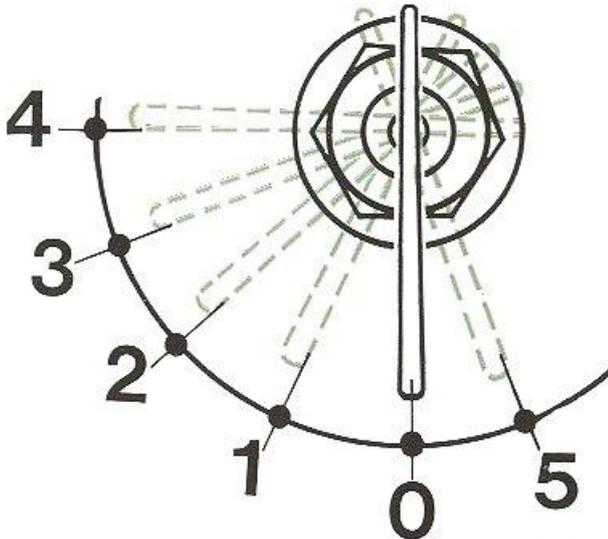

FIG. 5
Le commutateur de démarrage n'est en circuit que si le contacteur général (Fig. 5) est enclenché et le levier de gamme (Fig. 17) est au point mort.
L'ampoule située dans le hublot (2) éclaire le tableau de bord et permet de s'assurer que les projecteurs sont allumés lorsque le contacteur général est en position 2-3-4- ou 5 (voir Fig. 5).
Placé en haut et à droite du tableau de bord, le voyant rouge, marqué « PRESS », s'allume dès que la clé du contacteur général est amenée dans la position « 1 » (voir Fig. 5).
Placé en haut et à gauche du tableau de bord, cet indicateur lumineux permet de contrôler le comportement de l'alternateur, du régulateur de tension et du télerupteur. Le voyant s'allume à l'arrêt dès que la clé du contacteur général (voir Fig. 5) est au premier cran. Moteur en marche, il s'éteint immédiatement et ne doit s'éclairer pour aucun régime du moteur.